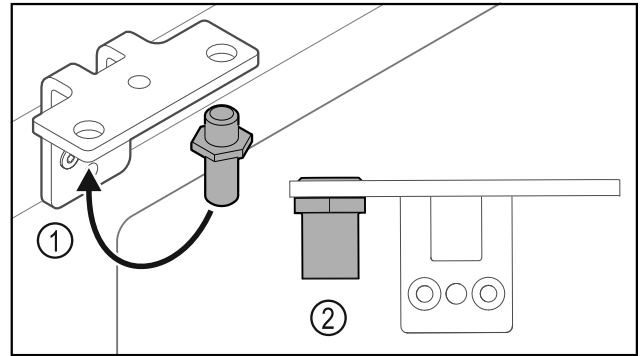

Fig. 26
- ▶ Bolzen Fig. 26 (1) im Scharnierwinkel umsetzen.
- ▶ Bolzen Fig. 26 (2) mit **Drehmoment von 12 Nm (9 ft-lb)** anziehen.